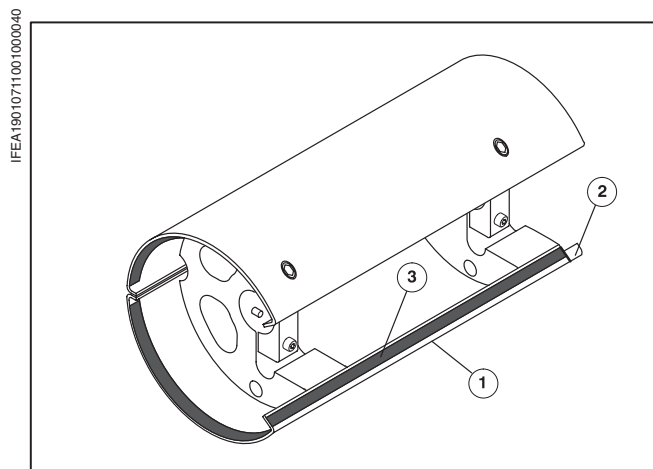

Рис. 34 Выводной барабан Super Blue:
- ❶ Машину поворачивать, пока не откроется доступ к передней кромке (Рис. 34/❶) выводного барабана Super Blue с черной клейкой полосой.
- ❷ Синюю ленту-"липучку" подложки прижать к черной клейкой полоске на крышке (Рис. 34/❷).
- ❸ Ленту-"липучку" на выемке подложки и крышке на стороне обслуживания (Рис. 34/❸) плотно прижать друг к другу.
- ❹ Держа задний край натянутым, продвигать машину вперед в толчковом режиме до тех пор, пока не откроется доступ к заднему краю выводного барабана.
- ❺ Ленту-"липучку" на задней кромке подложки и на выводном барабане плотно прижать друг к другу.
- ❻ Повернуть машину и проверить, натянута ли подложка на обшивке равномерно и без складок, если нет - натянуть полотно заново.